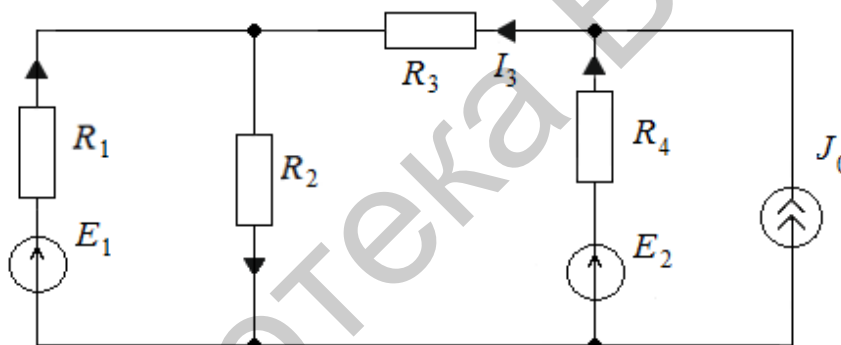

Рис. 143
76. Определить токи в цепи методом преобразования (рис. 143), если $E_1 = 50$ В; $E_2 = 80$ В; $J_0 = 2$ А; $R_1 = 10$ Ом; $R_2 = 20$ Ом; $R_3 = 10$ Ом; $R_4 = 25$ Ом.